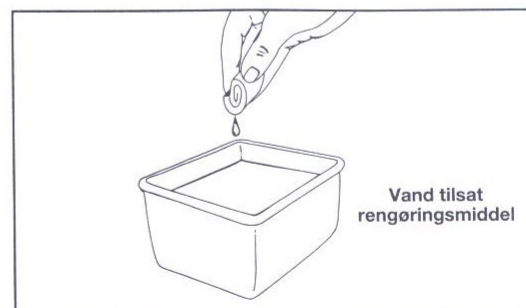

Fig. 20
3. Filtret vaskes i vand tilsat et rengøringsmiddel (Fig. 20). Der skylles grundigt efter. Lad det dryppe af. Det får lov at tørre fuldstændigt.